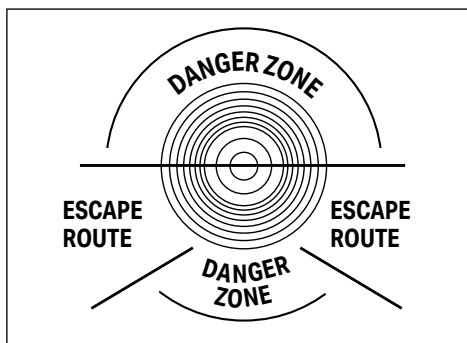
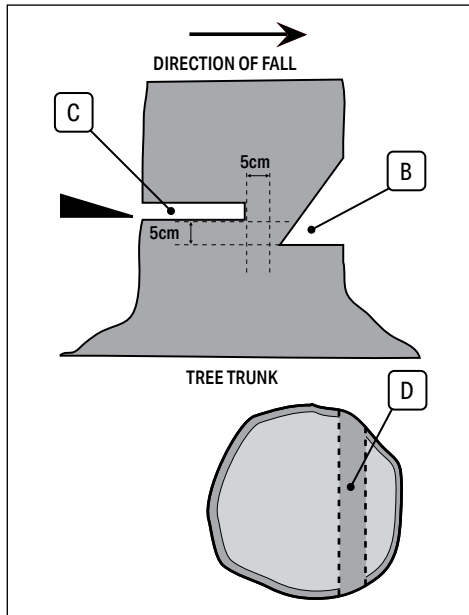

Fig. 17
Fig. 19
7.7 Felling (Fig.17 – Fig. 19)